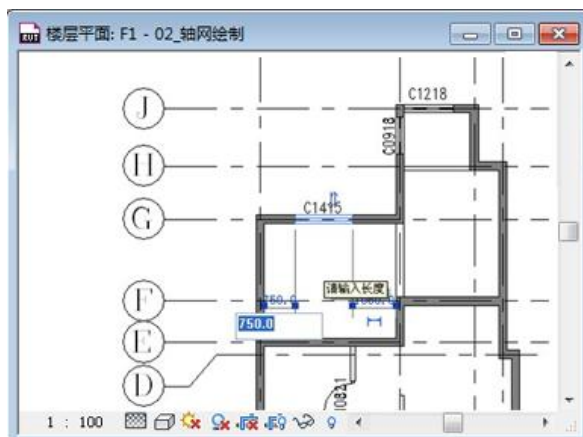

图 2-16
- 6) 同样的方法，以窗 C1215 为基础复制新的窗类型“C1415”，并将窗高度设置为“1500”，宽度设置为“1400”，并放置在（如图 2-16 所示）的位置。